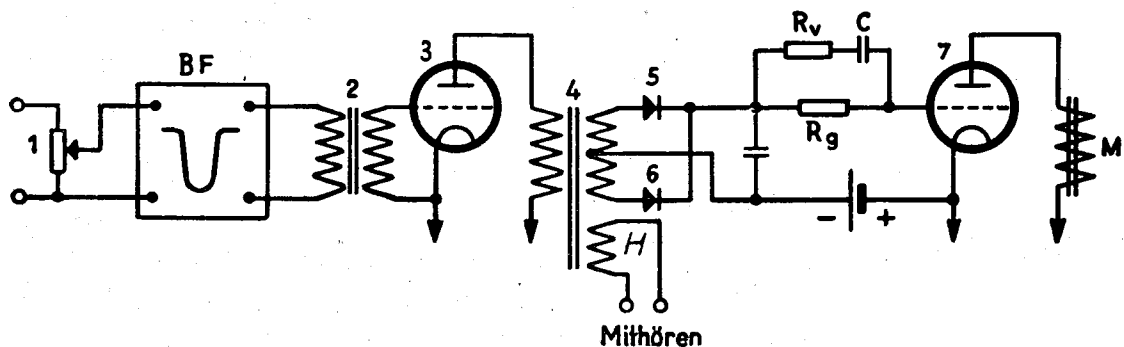

Abb. 6: Übersichtsschaltbild
Die Empfangsspannung vom Funkempfänger gelangt über einen Spannungsteiler (1) (Übersichtsschaltbild siehe Abb. 6) zur **Regelung** der Lautstärke über „ein **Tonsieb**“ (BF) und einen Anpassungsübertrager (2) zum Vorrohr (3). Im Anodenkreis des Vorrohrs (3)
dritten Stellung „ohne“ des Umschalters ist das Tonsieb überbrückt. Dann wirkt nur noch der auf 900 Hz abgestimmte Eingangsübertrager (2) (Abb. 6) mit einer Bandbreite von etwa ± 300 Hz, so daß der Empfangston schwanken kann (z. B. bei Überlagerungsempfang von Kurzwellensendern, die in der Frequenz schwanken), aber trotzdem eine gewisse Störfreiung erzielt wird.